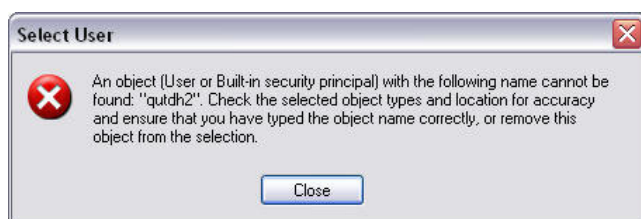

FIG. 42
- j. Si l'ordinateur ne peut pas trouver votre nom d'utilisateur, le message d'erreur illustré dans la FIG. 42 s'affiche. Vérifiez l'exactitude des types d'objet et les emplacements puis saisissez de nouveau votre nom d'utilisateur. Si le message d'erreur s'affiche toujours, contactez le responsable IT pour obtenir de l'aide.